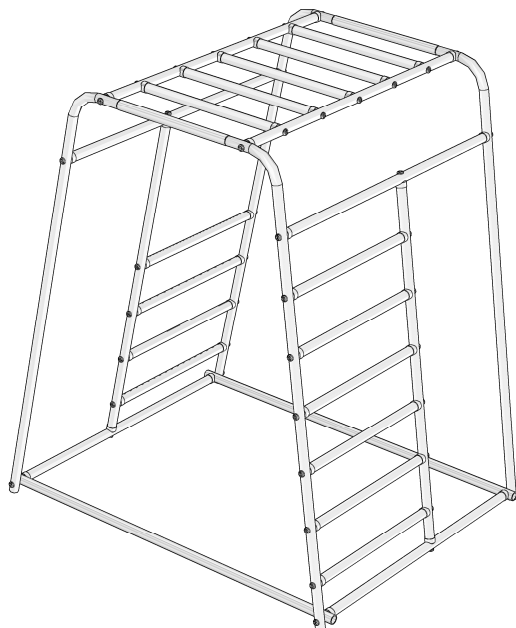

Рис. 1 – ДСКМ-2.01.800. «Малыш»
3.1. КОМПЛЕКС представляет собой сборно-разборную каркасную конструкцию из металлических труб, скрепленных между собой при помощи винтов (Рис. 1.)